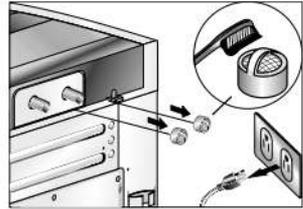

Figura 38
- Desconecte el enchufe de la toma corriente y proceda a limpiar el (los) filtro (s) removiendo (los) y retire la suciedad con un cepillo. Figura 38